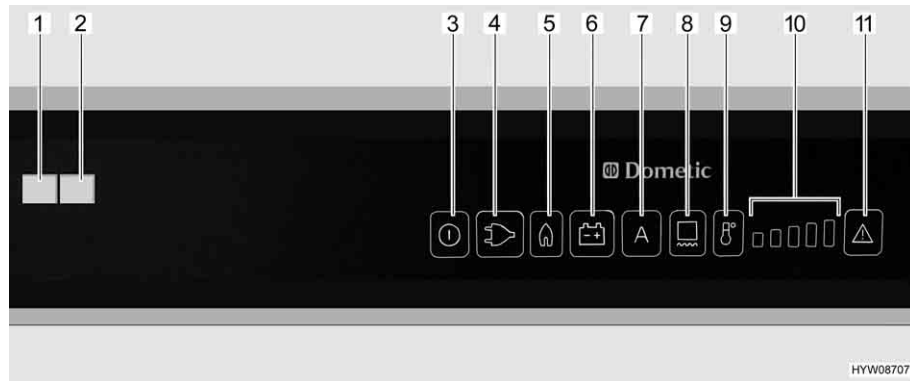

Fig. 210 Elementi di comando per il frigorifero (Dometic RMD)
Se è impostata la modalità di funzionamento "AES", la tensione a 230 V **non** è allacciata e il motore del veicolo è **spento**, il sistema AES seleziona il rifornimento di gas. Selezionando il funzionamento a gas, il dispositivo di sicurezza si apre automaticamente, così che il gas possa fluire al bruciatore. Contemporaneamente si inserisce l'accenditore elettronico. Se la fiamma del gas si spegne, p. es. a causa di un colpo di vento, l'accenditore viene subito azionato riaccendendo il gas. In caso di guasto del funzionamento a gas, lampeggiano i tasti luminosi "Gas" (Fig. 210,5) e "Guasto" (Fig. 210,11). La spia di controllo "Guasto" (Fig. 210,1) è accesa e viene emesso un allarme acustico per 20 secondi.
Dopo l'accensione il frigorifero seleziona automaticamente la regolazione intermedia del termostato. Questa regolazione può essere modificata manualmente tramite il tasto di selezione del livello di temperatura (Fig. 210,9). Le spie di controllo (Fig. 210,10) indicano la temperatura selezionata sul termostato. Il tasto di selezione del livello di temperatura permette di regolare la temperatura di refrigerazione per tutti e tre i tipi di energia. Ci vogliono alcune ore prima che il frigorifero raggiunga la temperatura normale di esercizio. Cambiando la modalità di funzionamento la regolazione del termostato non viene modificata. La temperatura di refrigerazione è indipendente dal tipo di energia utilizzata.
- Accendere il riscaldamento del telaio per 2 ore: Premere una volta il tasto (Fig. 210,8). Sull'indicazione dei gradi di temperatura (Fig. 210,10) si accende una barra.
- Accendere il riscaldamento del telaio per 5 ore: Premere due volte il tasto (Fig. 210,8). Sull'indicazione dei gradi di temperatura (Fig. 210,10) si accendono due barre.
- Regolazione del riscaldamento del telaio ad esercizio continuo: Premere tre volte il tasto (Fig. 210,8). Sull'indicazione dei gradi di temperatura (Fig. 210,10) si accendono tre barre.
L'indicazione dei gradi di temperatura (Fig. 210,10) indica per alcuni secondi la durata di esercizio del riscaldamento del telaio.
Nel caso di temperature esterne ed umidità dell'aria elevate è possibile che si formino gocce d'acqua sul telaio in metallo del vano congelatore. Per questo motivo il frigorifero è dotato di un riscaldamento del telaio per il vano congelatore. Nel caso di temperature e umidità dell'aria elevate, accendere il riscaldamento del telaio con il tasto (Fig. 210,8). È possibile così evitare fenomeni di corrosione. Quando il riscaldamento del telaio è acceso, si accende il tasto luminoso (Fig. 210,8).
- Premere il tasto On/Off (Fig. 210,3) per circa 2 secondi. Il frigorifero si accende e viene visualizzato l'ultimo tipo di energia impostato, oppure "AES".
- Impostare la temperatura di refrigerazione con il tasto di selezione del livello di temperatura (Fig. 210,9). Le spie di controllo (Fig. 210,10) indicano la temperatura selezionata sul termostato.
- Premere il tasto On/Off (Fig. 210,3) per circa 2 secondi. Il frigorifero si spegne e le indicazioni smettono di lampeggiare.